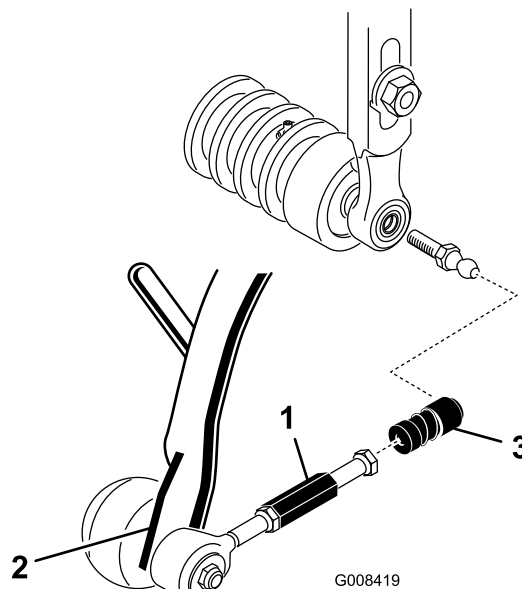

Figura 11
5. Deslice hacia atrás el manguito de cada casquillo receptor de la articulación esférica y enganche el receptor sobre el espárrago con bola de la unidad de corte (Figura 11).